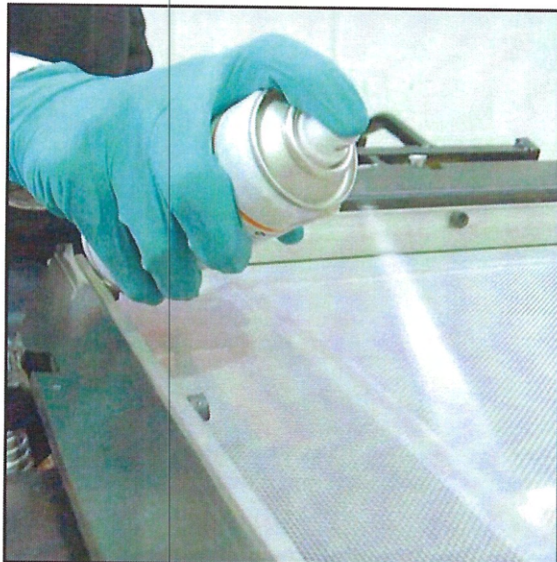

FIG5.3.4A
- Spruzzare l'acceleratore di fissaggio sulla superficie da incollare (FIG.5.3.4A) ed attendere qualche minuto per l'asciugatura.
- Spray the fixing accelerator on the surface to be glued (FIG.5.3.4A) and wait few minutes to be dry.